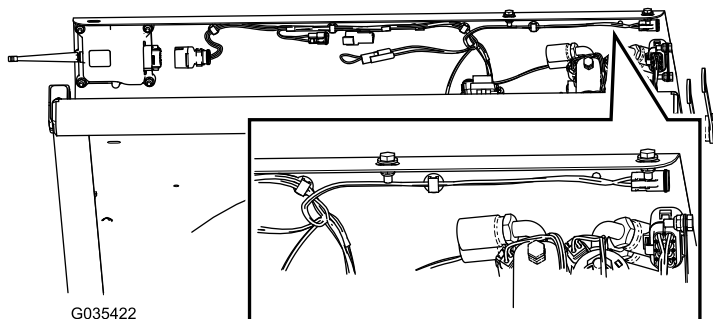

图13
- 如图13所示沿着挡泥板罩下面布置线束的电气停止按钮连接端。